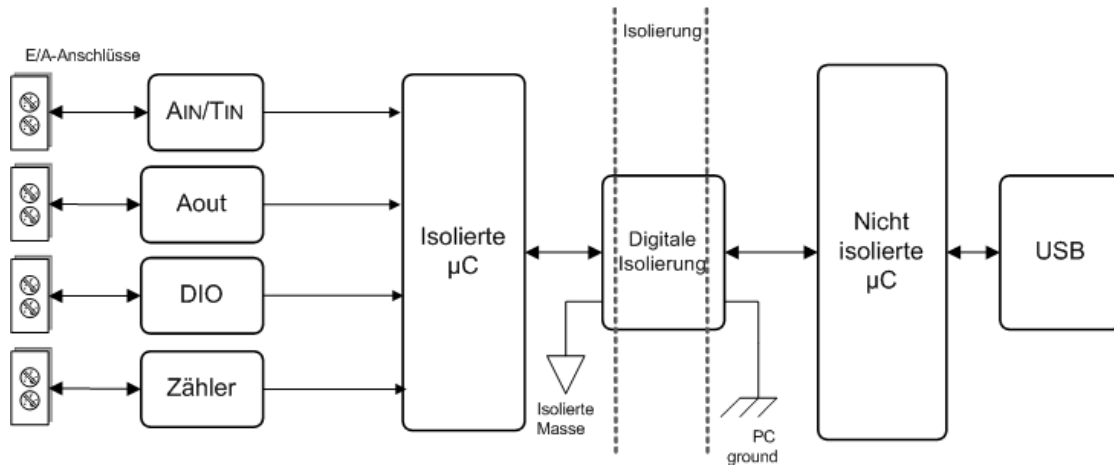

Abb. 6. Diagramm der Eingangsisolierung des RedLab 2408-2AO
- Alle analogen Messungen erfolgen in Bezug auf die isolierte Masse. Weitere Einzelheiten finden Sie in Abbildung 6.